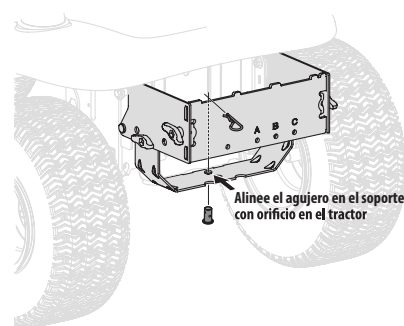

Figura 7
3. Instale el pasador de horquilla (711-0309A) del paquete de herrajes 689-02364 en el enganche del tractor y fíjelo con un sujetador de horquilla (714-0117). Consulte la Figura 7.